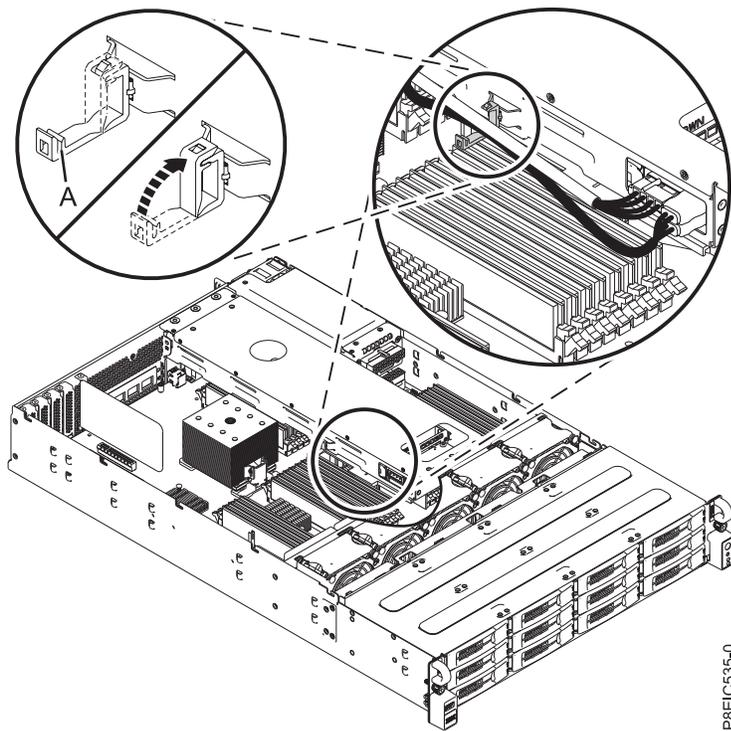

Abbildung 22. Kabel mit der Kabelklemme befestigen
4. Befestigen Sie die Kabel mit der Kabelklemme (A) an der Seite der Baugruppe der Laufwerkhalterung an der Rückseite. Siehe Abb. 22.